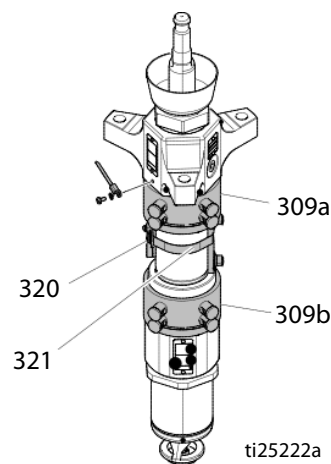

Рис. 29
13. Плотно прикрепите пневматический двигатель к опорному стержню с помощью кабеля. Протяните его через подъемное кольцо пневматического двигателя и затяните вокруг тяги. См. Рис. 29, стр. 53.
14. Ослабьте U-образные болты (X) подъемных штанг прижимной плиты.
15. Снимите гайки (F) переходных штоков насоса/ пневматического двигателя, которые расположены в конечной части устройства.
16. Снимите гайки (Z) и болты, удерживая кабель упорной пластины пневматического двигателя.
18. Снимите гайки (N) подъемных штанг упорной пластины.
19. Полностью ослабьте муфту штока насоса для обеспечения движения штока пневматического двигателя (G).